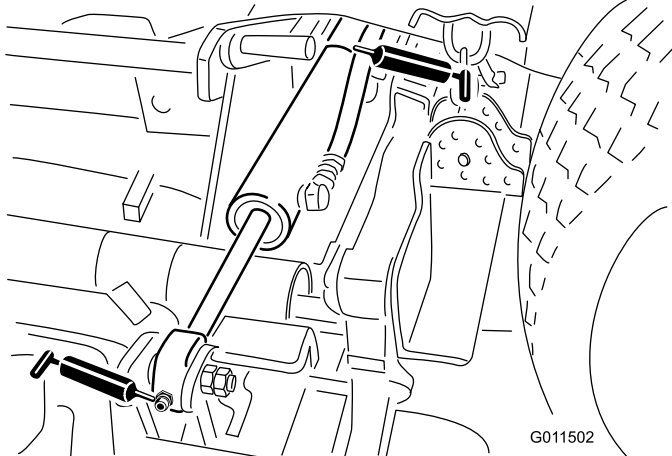

Figura 43
Cilindros de elevación de la carcasa lateral (4) (Figura 43)